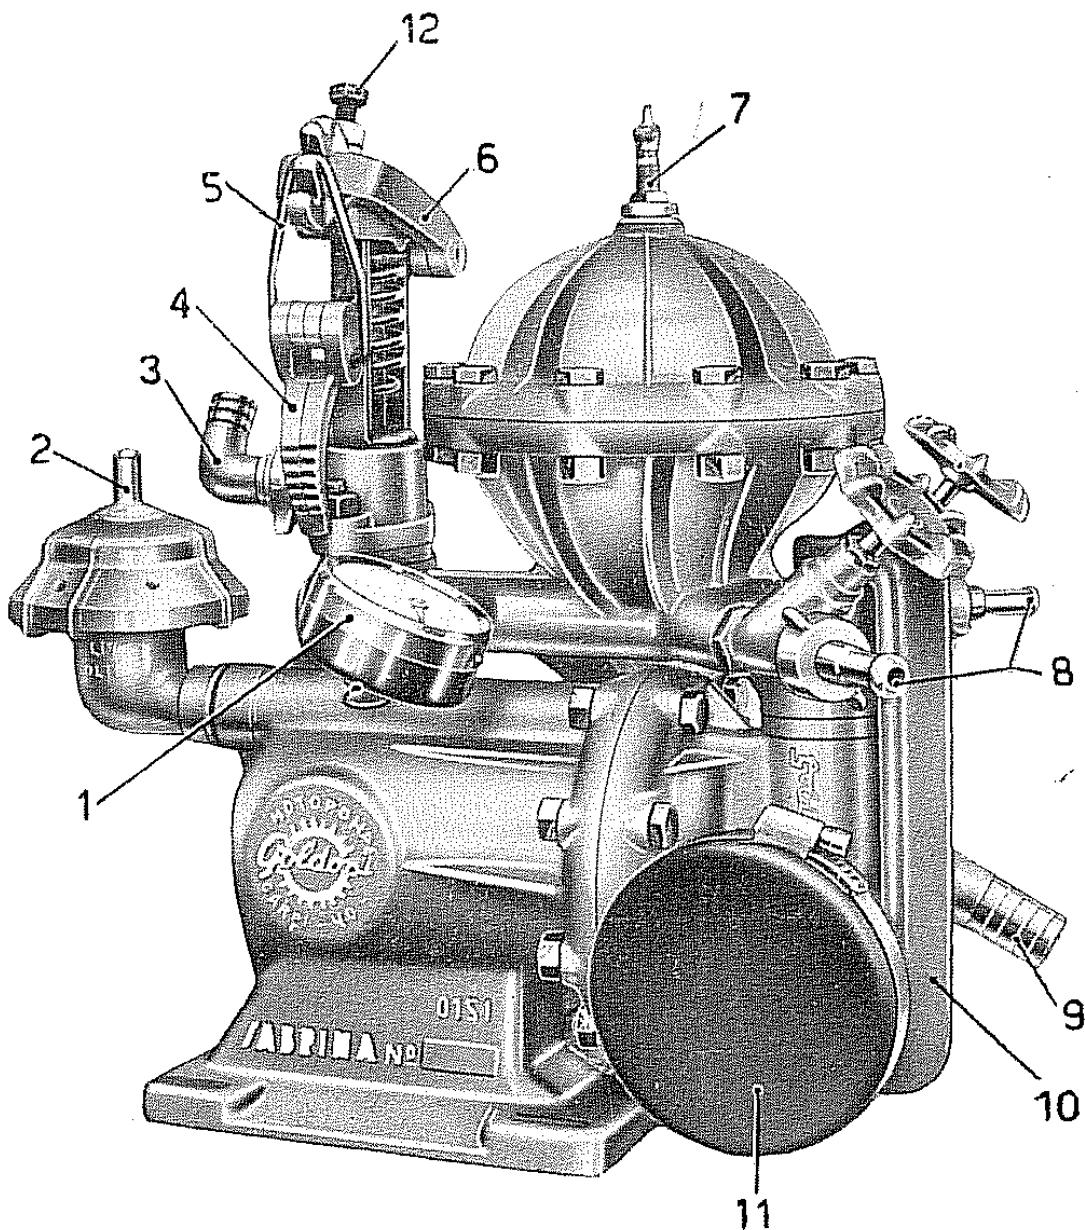

Fig. 1
Togliendo il tappo 2 (fig. 1) e girando lentamente a mano la puleggia l'olio deve raggiungere le posizioni 1 e 2 (fig. 2).
Per ottenere pressioni intermedie fra quelle delle tacche occorre agire sulla vite di regolazione **12** (fig. 1).
3) Assicurarsi che il tubo di aspirazione sia ben fissato al raccordo **9) (fig. 1) mediante apposita fascietta onde evitare che la pompa aspiri aria.**
Solo se dopo aver eseguito queste operazioni la pompa non dovesse caricare, levare il morsetto **10** (fig. 1) e controllare se le valvole non aderiscono bene sulle loro sedi a causa di impurità oppure causa l'inattività della pompa stessa.
Per ottenere lo svuotamento totale della pompa, togliere il morsetto **10** (fig. 1) levare le valvole, indi ribaltare la pompa per far uscire l'acqua rimasta nell'interno.